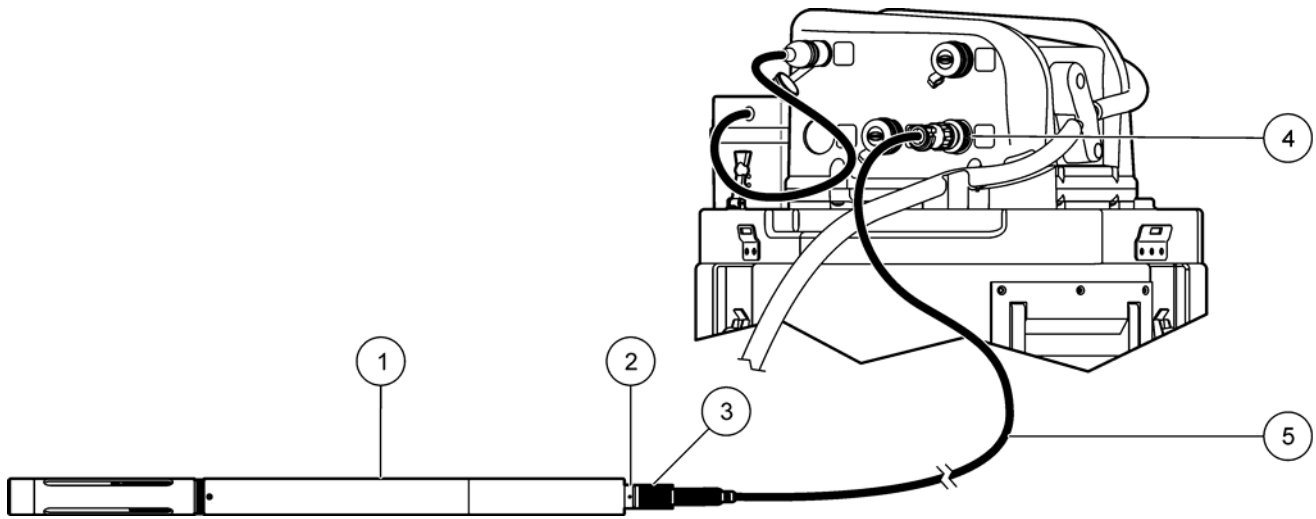

图 17 探头连接
在抽取试管和过滤器直接放置到采样源中，采集样品。请参见“图 17 “抽取” 3.2 节”，以确保样品不被污染并对采样源具有代表性。
2. 将电缆的另一端与控制器的 *SDI-12* 连接器连接。请参阅 图 17。